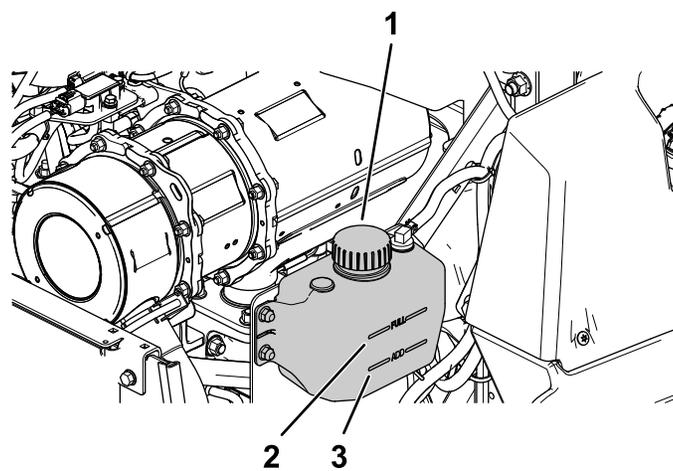

Рисунок 52
4. Проверьте уровень охлаждающей жидкости в расширительном бачке (**Рисунок 52**).
5. Если уровень охлаждающей жидкости низкий, снимите крышку расширительного бачка и долейте жидкости указанного типа (**Рисунок 52**).